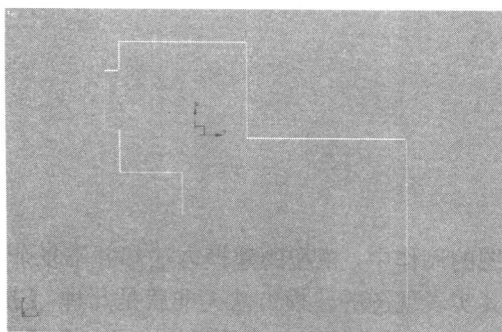

图 1-1-2 创建墙体平面
(2) 选择其中的【线】工具，在 3ds max 的顶视图中创建如图 1-1-2 所示的墙体平面。